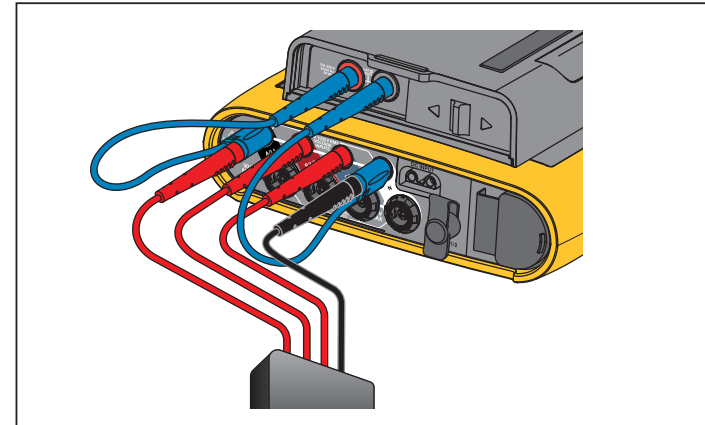

Figure 8. Mesure avec tension neutre et alimentation de l'instrument
- Raccordez N à la deuxième entrée de l'alimentation. Voir la Figure 8.